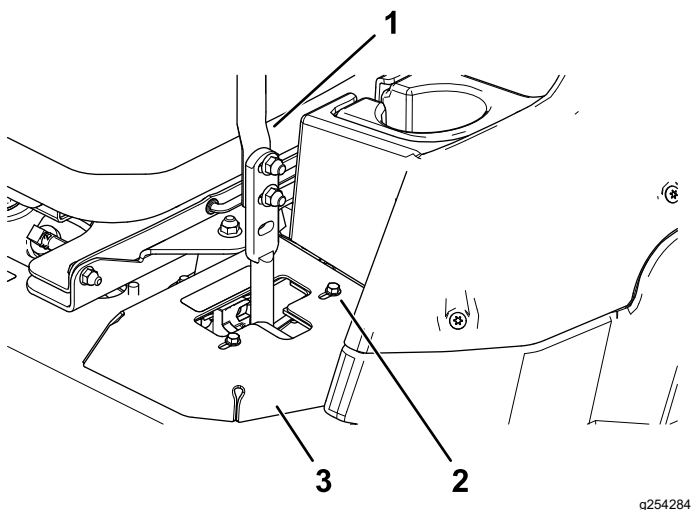

Figura 52
- Si se desvía hacia la derecha, afloje los pernos y ajuste la chapa del tope izquierdo hacia atrás en la ranura en T de la izquierda hasta que la máquina avance en línea recta (Figura 52).
- Si se desvía hacia la izquierda, afloje los pernos y ajuste la chapa del tope derecho hacia atrás en la ranura en T de la derecha hasta que la máquina avance en línea recta (Figura 52).
6. Apriete la chapa del tope (Figura 52).